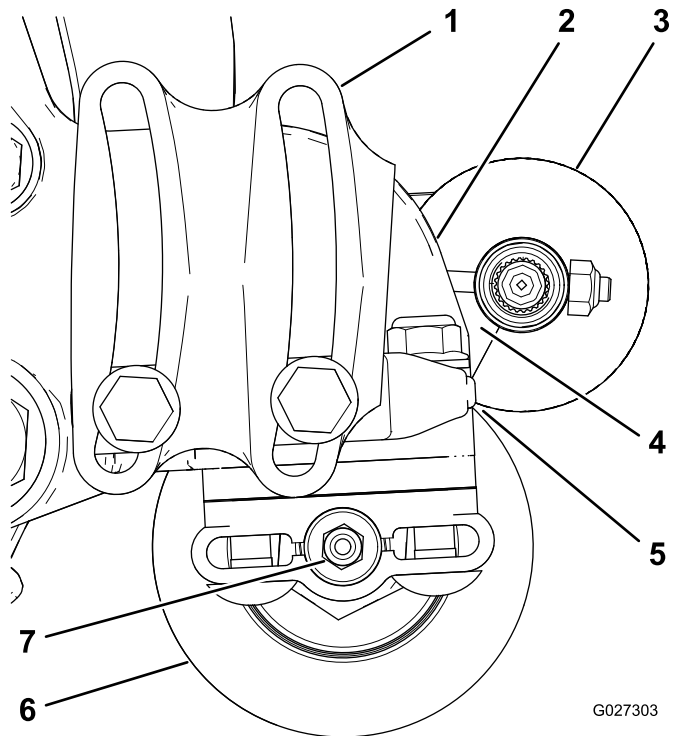

Figure 12
- Positionnez la brosse de sorte qu'elle touche ou appuie à peine sur le rouleau arrière (Figure 12).